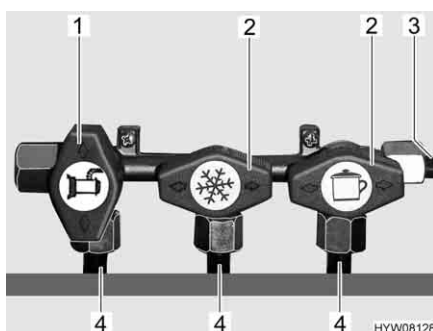

Fig. 74 Posizione rubinetti di arresto del gas
- Apertura:** ■ Posizionare il rubinetto di arresto del gas dell'apparecchio a gas corrispondente parallelamente (Fig. 74,1) alla tubatura (Fig. 74,4) che alimenta l'apparecchio a gas.
- Chiusura:** ■ Posizionare il rubinetto di arresto del gas dell'apparecchio a gas corrispondente trasversalmente (Fig. 74,2) alla tubatura (Fig. 74,4) che alimenta l'apparecchio a gas.